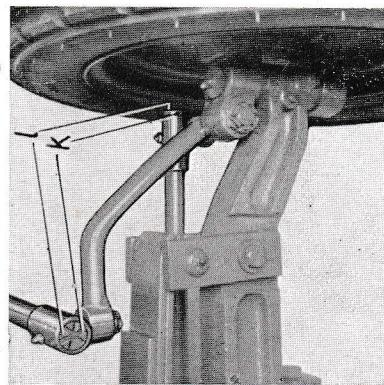

Abb.: 7
**Nachstellen der Spur- und Stoßstange:** (Abb. 7). Das Nachstellen der Spur- und Stoßstange erfolgt, indem man die Spannschrauben *k* an den Stangenenden herauszieht, die geschlitzten Spannschrauben *l* nachstellt, bis sich der Kugelbolzen wieder zurück bewegen lässt und dann wieder durch Splinte sichert. Das Nachstellen erfolgt jeweils an beiden Stangenenden der Spur- bzw. Stoßstange.